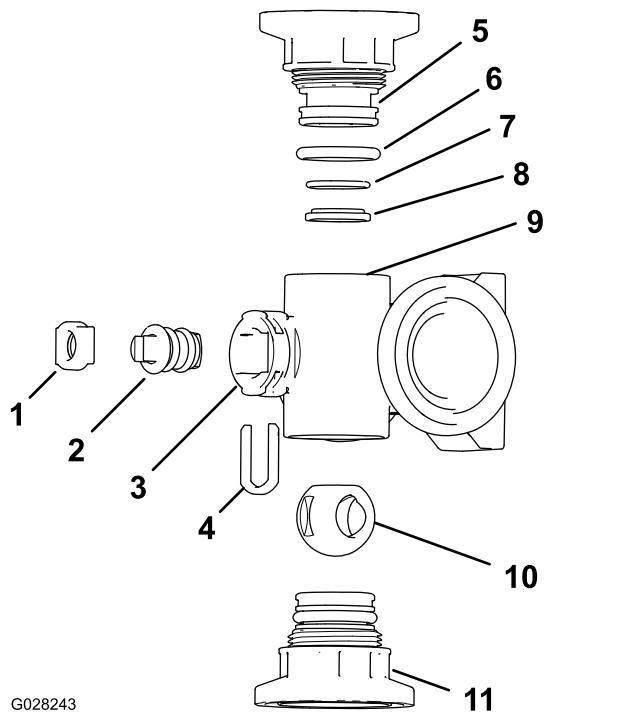
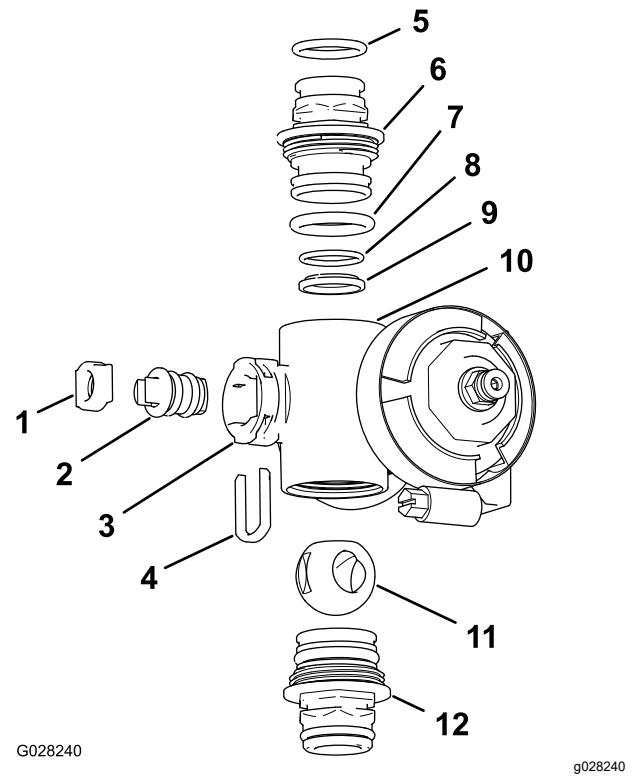

Рисунок 129
Рисунок 130
- 2. Снимите два штуцера торцевой крышки в сборе с каждого конца корпуса коллектора (Рисунок 129 и Рисунок 130).
4. Извлеките держатель штока из пазов в отверстии штока в коллекторе (Рисунок 129 и Рисунок 130).
5. Снимите держатель штока и седло штока клапана с коллектора (Рисунок 129 и Рисунок 130).
6. Просуньте руку внутрь корпуса коллектора и извлеките оттуда шток клапана в сборе (Рисунок 129 и Рисунок 130).
1. Проверьте состояние уплотнительных колец выпускных штуцеров (только коллектор клапана секции), уплотнительных колец торцевых крышек, задних уплотнительных колец седла и седла шарового клапана на отсутствие повреждений или износа (Рисунок 129 и Рисунок 130).
2. Нанесите силиконовую консистентную смазку на шток клапана и вставьте его в седло штока клапана (Рисунок 129 и Рисунок 130).
3. Вставьте шток и седло клапана в коллектор и закрепите шток и седло держателем штока (Рисунок 129 и Рисунок 130).
4. Убедитесь, что заднее уплотнительное кольцо седла и седло шарового клапана выровнены и правильно установлены в штуцере торцевой крышки (Рисунок 129 и Рисунок 130).
5. Установите штуцер торцевой крышки в сборе на корпус коллектора так, чтобы фланец штуцера торцевой крышки касался корпуса коллектора (Рисунок 129 и Рисунок 130), затем доверните штуцер торцевой крышки еще на 1/8–1/4 оборота.